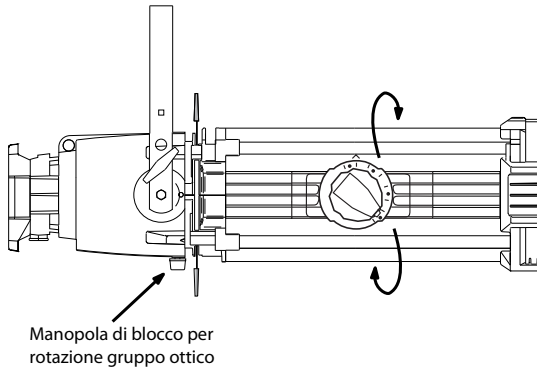

Fig.7
2. Ruotare il gruppo ottico nella posizione desiderata (fig.7).